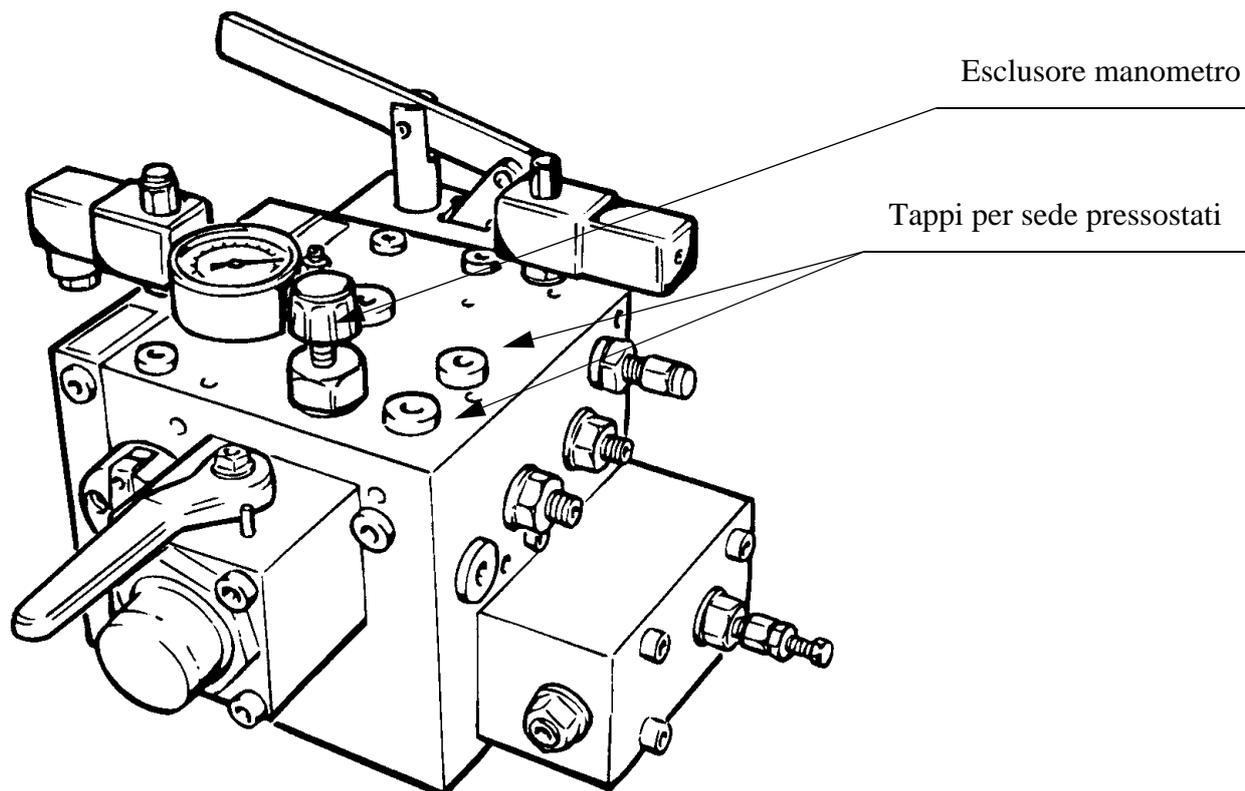

Figura 2: Posizione dei tappi delle sedi dei pressostati.
- Aprire il rubinetto esclusore del manometro (vedi Figura 2) il manometro deve indicare la pressione statica dell'impianto.